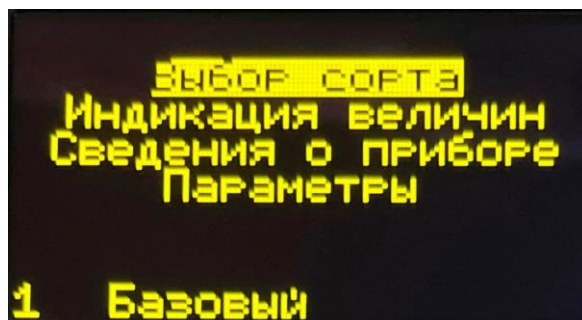

Рисунок 3 – Окно главного меню
6.3. Для перехода в окно главного меню (рис. 3) необходимо нажать кнопку **РЕЖИМ**. Выбранный пункт отображается в инвертированном виде – светлые буквы на темном фоне. Для перемещения по пунктам используется кнопка **ВЫБОР**, для входа в выбранный пункт – кнопка **ВВОД**, возврат в основное окно – кнопка **РЕЖИМ**.